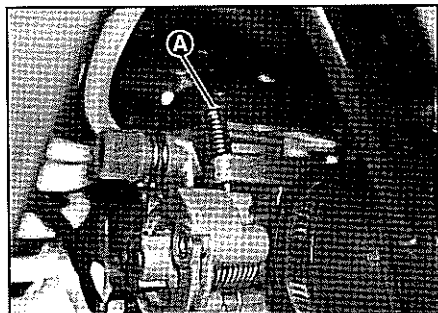

Fig. 1
1. Mettez le véhicule en conditions d'utilisation, sans charge, avec les pneumatiques gonflés à la pression prescrite sur une surface plane à 10 m. de distance d'un tableau blanc qui doit être situé à la pénombre (Fig. 1). S'assurez que l'axe du véhicule est perpendiculaire au tableau.